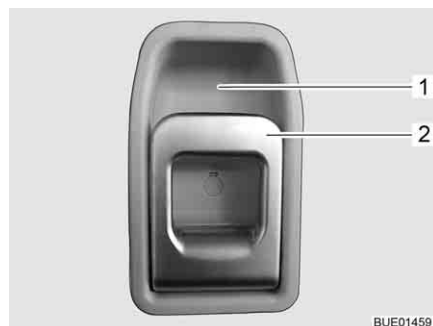

Bild 47 Dörrlås ingångsdörr, insida
- Drag i handtaget (Bild 47,2). Dörrlåset låses upp.
- Tryck handtagets (Bild 47,2) övre del i riktning mot greppkåpan (Bild 47,1).